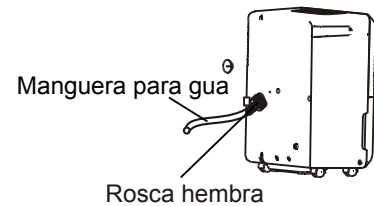

Imagen 12.
- Instale el extremo roscado hembra de la manguera de agua en el adaptador A. (Consulte Imagen 12), luego dirija la manguera de agua hacia el drenaje del piso o drenaje correcto.